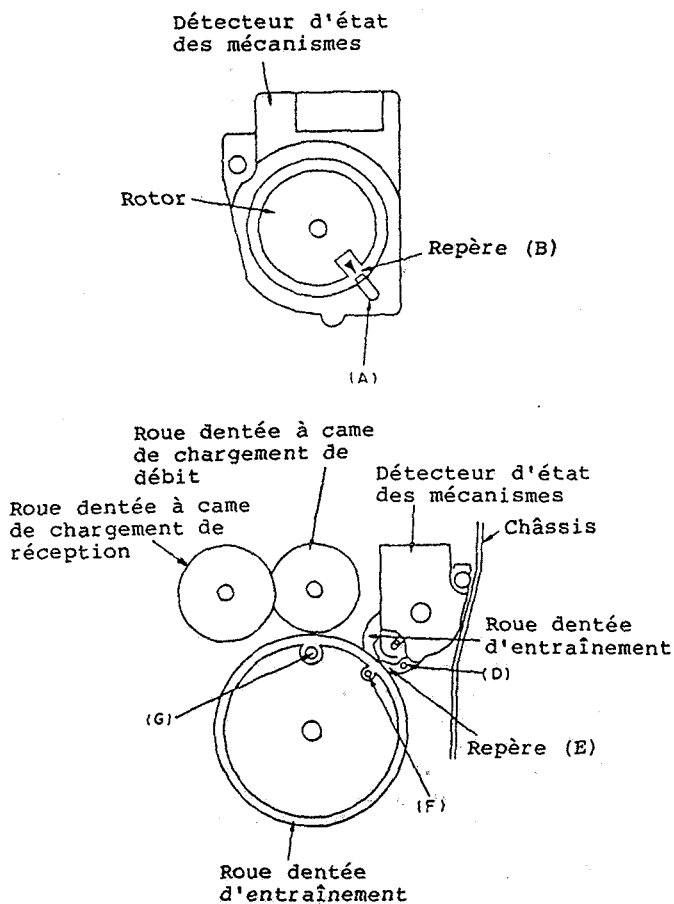
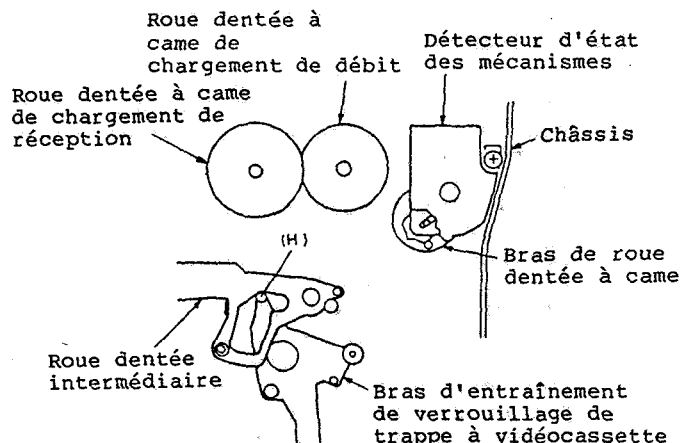

Fig. 3-2
Fig. 3-3
1-2 Réglage du détecteur d'état des mécanismes et la roue dentée d'entraînement (Fig. 3-2)
1. Faire coïncider la section (A) du détecteur d'état des mécanismes et la section (B) du rotor. (Se reporter à la figure 3-2)
2. Faire coïncider le trou (D) de la roue dentée intermédiaire et le trou du châssis.
3. Déplacer le bras d'entraînement de verrouillage de trappe à vidéocassette pour que l'ergot vienne en contact avec la section (H) du bras de roue dentée à came. Remonter la roue dentée d'entraînement en procédant de la façon indiquée ci-dessous tout en maintenant ces conditions. (Se reporter à la figure 3-3)
4. Remonter la roue dentée d'entraînement dans le châssis en faisant en sorte que le repère (E) de la roue dentée intermédiaire et le trou (F) de la roue dentée d'entraînement coïncident. Vérifier que le trou (G) de la roue dentée d'entraînement et le trou du châssis se chevauchent parfaitement quand ces conditions sont réunies. (Se reporter à la figure 3-2)